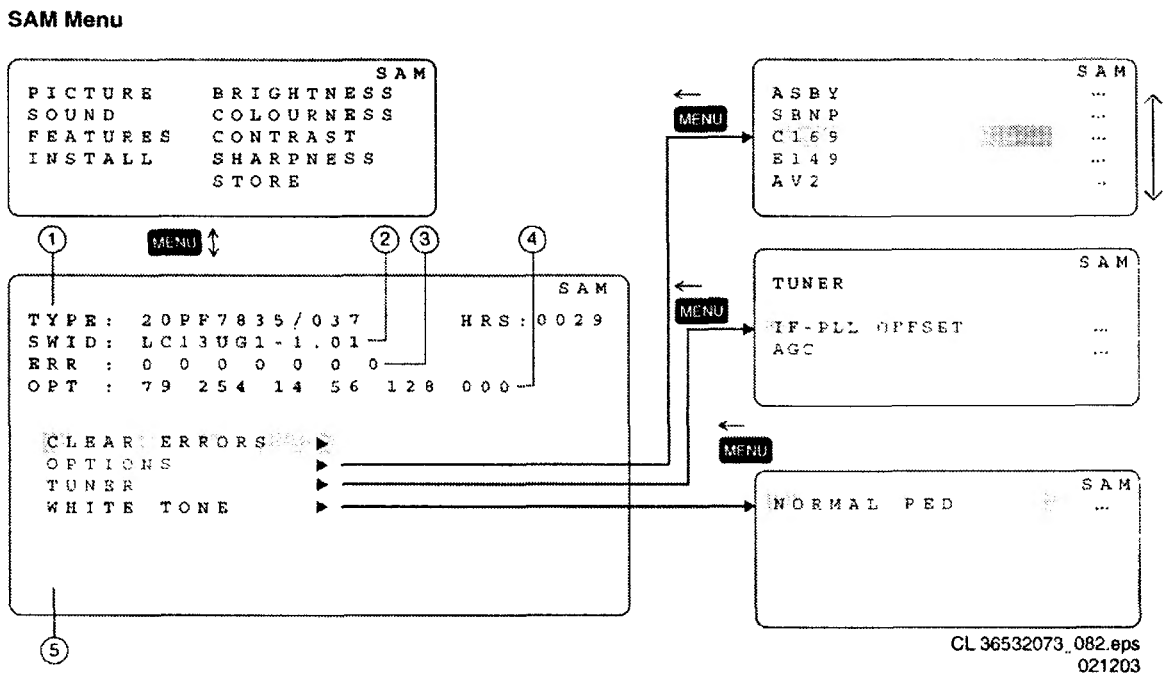

Рис. 6.34. Субменю режима SAM
- нажатие курсорных кнопок UP, DOWN на ПДУ переключает изображения меню CSM1 и CSM2 (см. рис. 6.34 и 6.35);